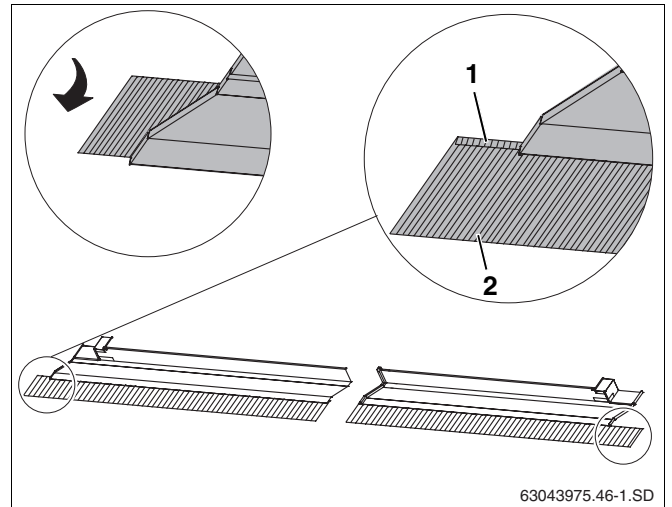

Fig. 42 Replier les feuilles de protection en plomb
- Replier les protections en plomb de toutes les tôles de recouvrement vers l'avant (fig. 42, **pos. 2**).
- Replier également les extrémités des tôles de recouvrement extérieures (fig. 42, **pos. 1**) en haut vers l'avant.